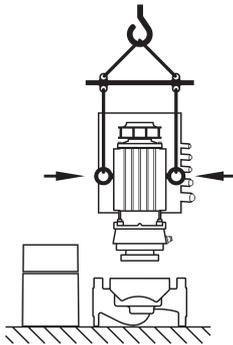

Fig. 9: Transporte del motor
- Si fuera necesario, p. ej., en caso de reparación, se pueden trasladar las argollas de transporte desde la brida del motor a la carcasa del mismo (véase, p. ej., Fig. 9). Antes del montaje de las argollas de transporte en la carcasa del motor, desatornille los espaciadores de las aberturas para dichas argollas (Fig. 7 pos. 20b) (véase el capítulo 10.2.1 “Sustitución del cierre mecánico” en la página 50).
- Si se han trasladado las argollas de transporte de la brida del motor a la carcasa del mismo, éstas sólo se pueden usar para cargar o transportar el juego de introducción (Fig. 9), quedando excluidos el transporte de la bomba completa y la separación del juego de introducción de la carcasa de la bomba.